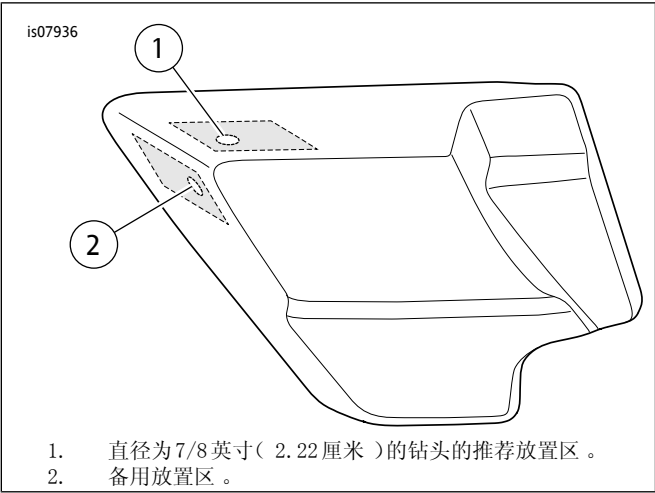

图1 。左侧盖
- a. 在侧盖上选择一个合适的位置安装电源插座。使用图1注明的位置区域。推荐前角附近的顶面。前/侧面备选位置也在图1中注明，但由于排气管间隙而在很多情况下无法使用。